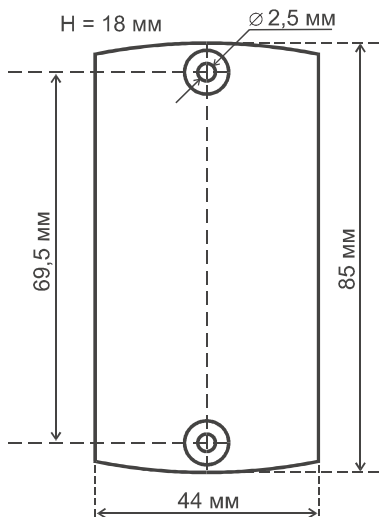

Рис. 1 Габаритные размеры
1. Разметьте и просверлите отверстия для крепления под размер отверстий **считывателя** (см. рис.1).